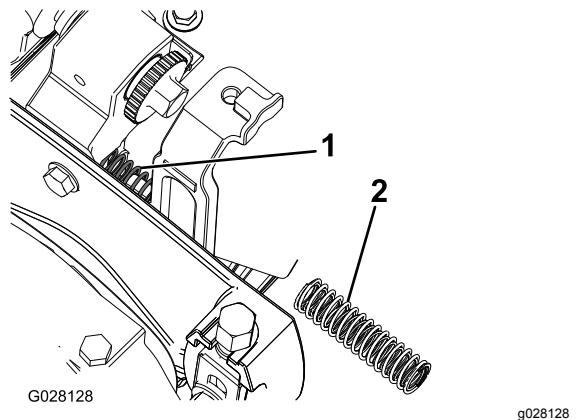

Figura 6
11. Utilizzate una pinza a becco lungo per rimuovere le molle di compressione su entrambi i lati dell'apparato di taglio e sostituitele con le nuove molle di compressione interne ed esterne (Figura 6).